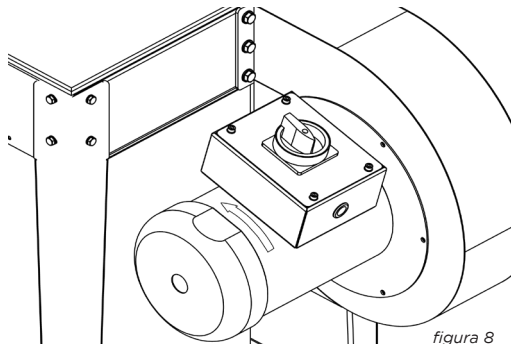

figura 8
3. Ligue a máquina e desligue-a rapidamente, verifique se a rotação do motor está correta (figura 8). No caso de o motor estar girando na direção contrária, inverta o fio na sua fonte de alimentação. Repita a etapa anterior e verifique se está girando na direção indicada.